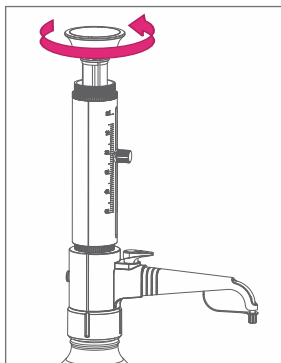

Abb. 9
1. Schrauben Sie den Kopf ab, wie in Abb. 9 gezeigt.